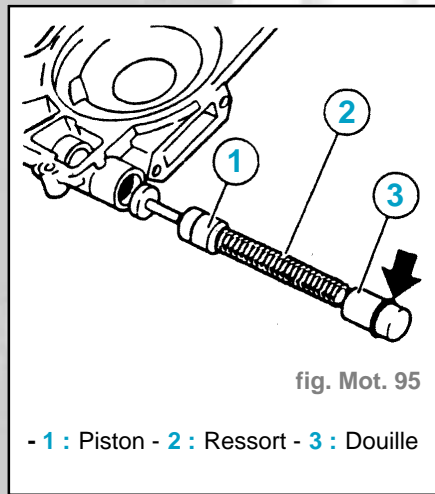

fig. Mot. 95
- Mesurer la longueur du ressort (2) chargé (fig. Mot. 95).